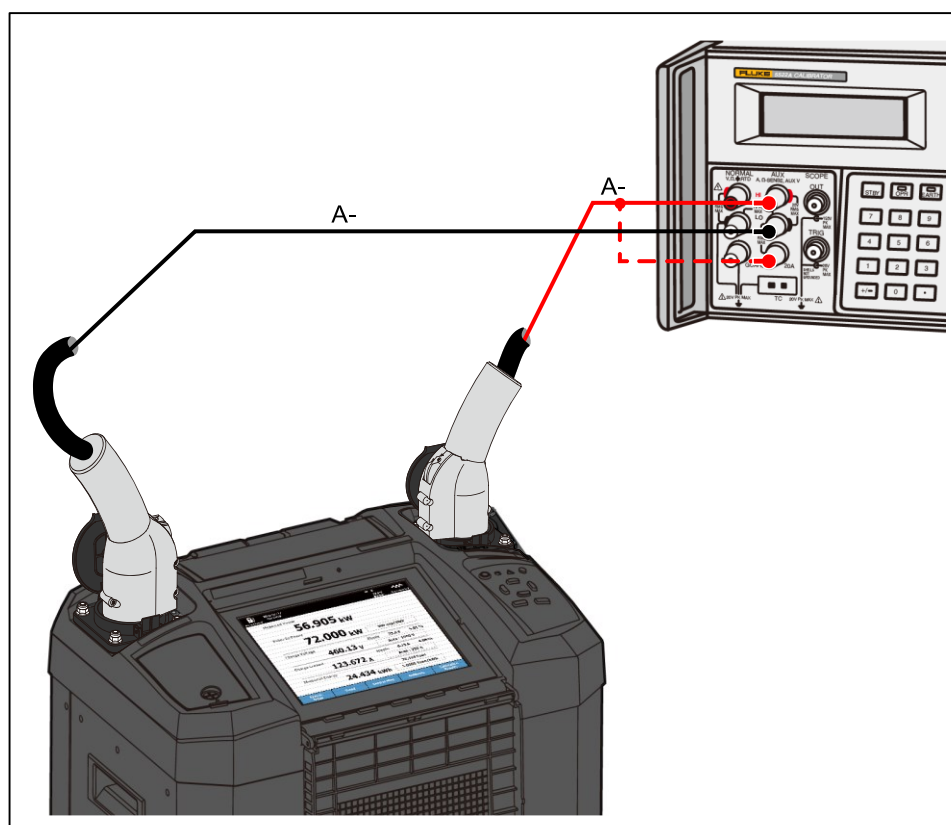

图 12. AUXA 校准配置
1. 产品屏幕上提示“请连接直流电流源到左充电座 A+/A-信号端”时, 按图 12 所示进行连接: